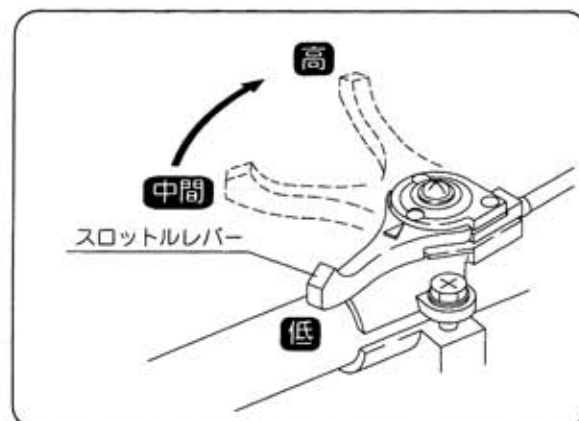

図12
- ② スロットルレバーをゆっくり「低→高」位置にします。(図12)